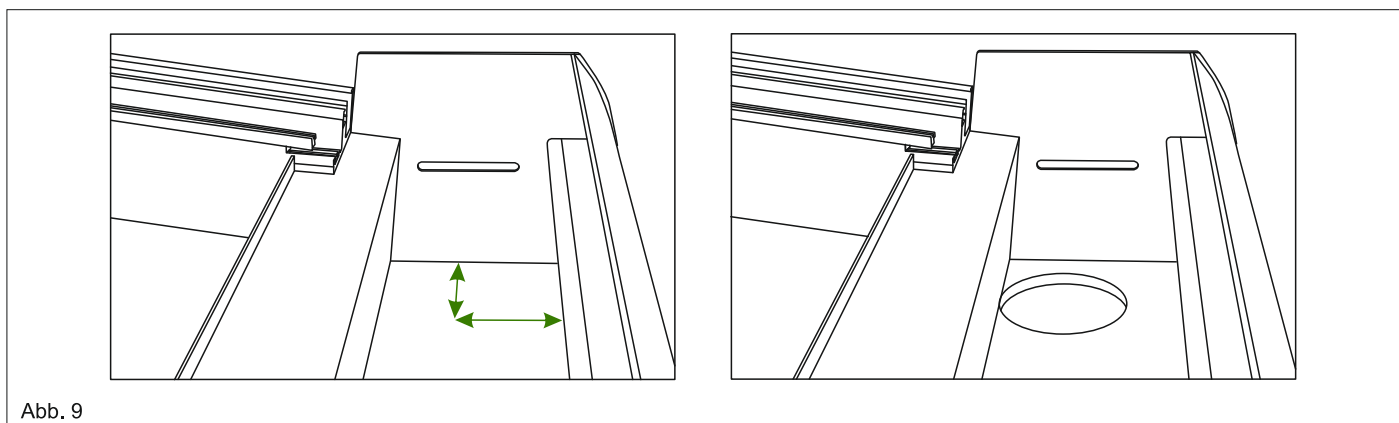

Abb. 9
Die Seiten- und Mittelsparren werden zusätzlich verstärkt. Die mitgelieferten Sparren-Verstärkungsprofile in die Sparren einführen und mit einer Schraube fixieren. Siehe Abb. 9.
4. Stellen Sie nun sicher, dass die Randsparren im rechten Winkel zu dem Wandprofil und der Rinne stehen. Siehe Abb. 9.
A) B) 8. Bereiten Sie den zweiten Pfosten (mit dem Ablaufrohr, wenn an dieser Stelle gewünscht) vor und markieren Sie die Rohreintrittsstelle in der Rinne, schneiden Sie anschließend eine 90mm Öffnung in der Rinne aus und setzen Sie den Pfosten in die gewünschte Position. Achten Sie darauf, dass das Ablaufrohr bündig mit dem Rinnenboden bleibt. Siehe Abb. 9.